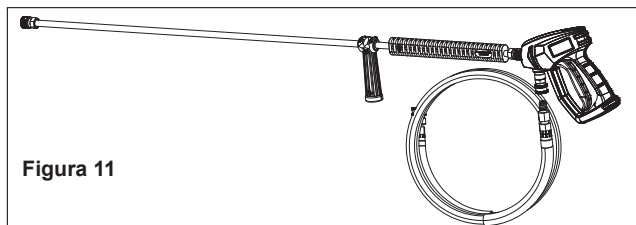

Figura 11
3. Ensamble los componentes de la lanza como se muestra en la Figura 11.